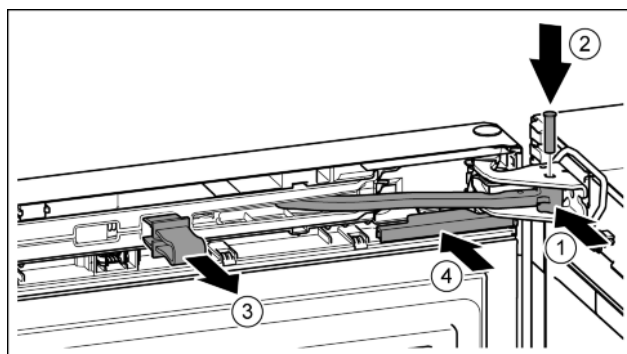

Fig. 25
- ▶ Przegub obrócić w płytce zawiasu. Fig. 25 (1)
- ▶ Sworzeń umieścić w płytce zawiasu i przegubie. Przy tym zwrócić uwagę, aby krzywka zatrzaskowa została prawidłowo umieszczona w rowku. Fig. 25 (2)
- ▶ Zdjąć zabezpieczenie. Fig. 25 (3)
- ▶ Wsunąć osłonę. Fig. 25 (4)